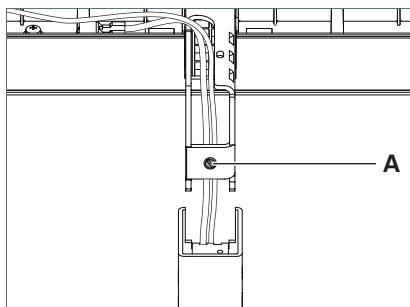

Fig. 14: Ajuster la tête du luminaire.
- Pour soulever un peu la tête du luminaire, tournez la vis de réglage **A** d'un tour dans le sens inverse des aiguilles d'une montre, voir Fig. 14.